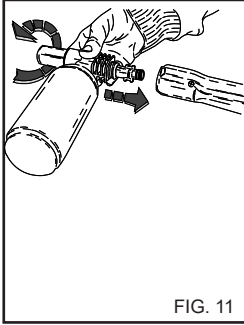

FIG. 11
2) Poista jatkokappale pistoolista ja aseta pesuaineen ruiskutussarja (fig. 11) paikoilleen. Käynnistä pesuri ja suihkuta likaista pintaa alhaalta ylöspäin. Pesuaineen avulla varustetuissa malleissa aukaise pesuaineen hallintatulppa (fig. 7B) ja siirrä karkiosaa eteenpäin.